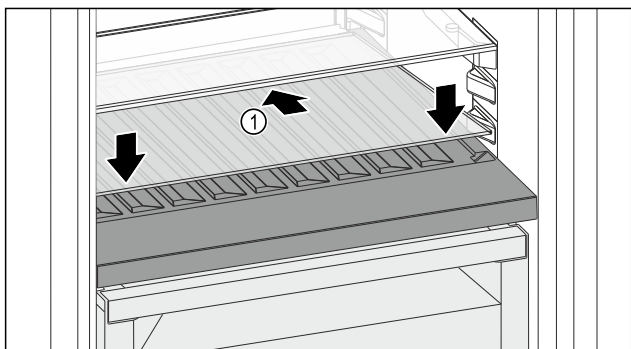

Fig. 126
- ▶ Вставте скляну полицю Fig. 126 (1) під кутом, нахиливши назад і донизу.
- ▶ Опустіть скляну полицю Fig. 126 (1) вперед.